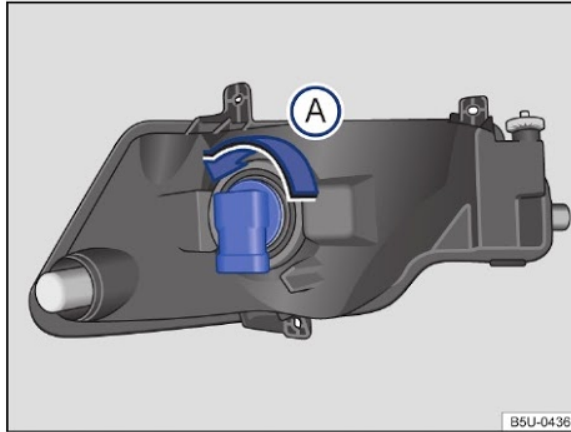

Fig. 112 Atrás do para-choque dianteiro: acesso à lâmpada incandescente do farol de neblina.
3. Girar o soquete da lâmpada → Fig. 112, no sentido anti-horário da seta (A), e desencaixá-lo do alojamento.